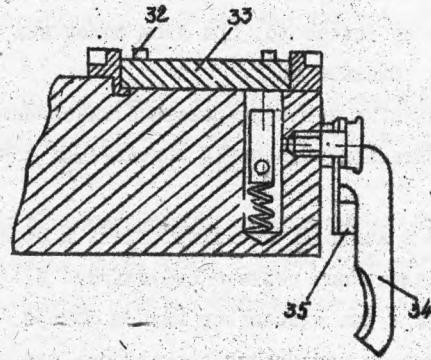

Рис.8.4.Механизм фиксирующей требенки:
8.3. При склейке неперфорированных кинопленок зуб фиксатора 32 (см.рис.8.4) должен быть утоплен относительно плоскости левого нижнего ножа 33 оттягиванием "на себя" курка 34 механизма вертикального перемещения фиксатора. При этом положении курок автоматически фиксируется защелкой 35.